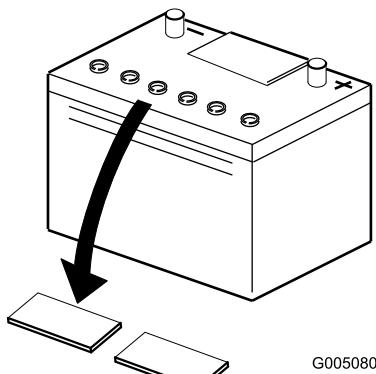

図 5
2. バッテリーの上部をきれいに拭い、キャップを取り外す（図5）。